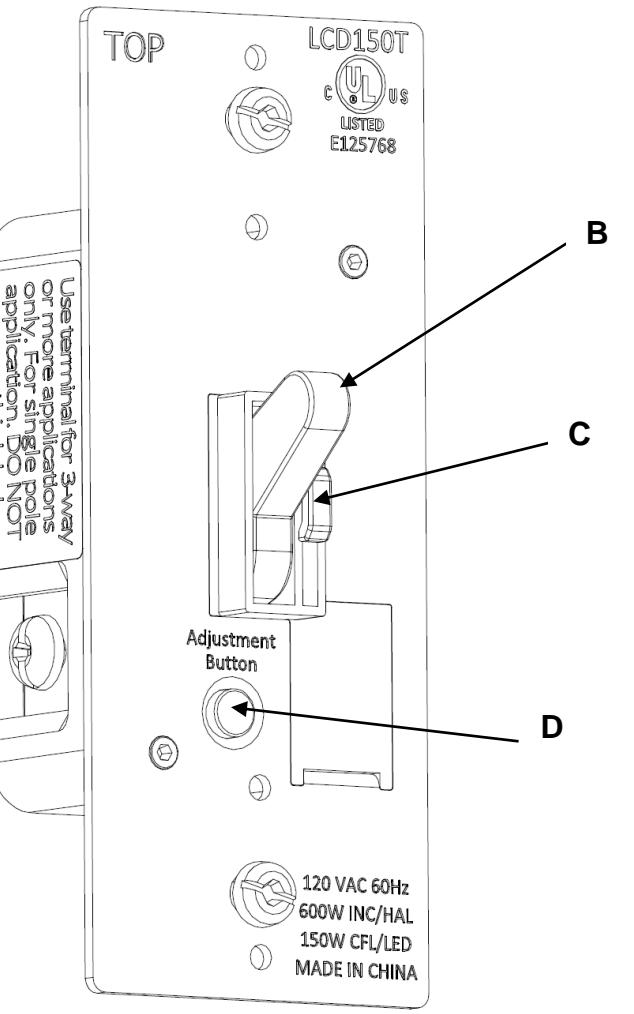

FIG. 7
- Turn on the light with toggle "B" (FIG 7), move the slide bar "C" from the highest point to the lowest point, the light will fade from the brightest to lowest level. If the light is off or blinking at the lowest point refer to step 10 *Minimum brightness setting* to turn up the minimum brightness level.
- Allumer la lampe avec la bascule "B" (FIG. 7), déplacer le curseur "C" du point maximal au point minimal, la luminosité passe de la plus élevée à la plus faible. Si la lampe est éteinte ou vacille au point le plus bas, se reporter à l'étape 10 *Réglage de la luminosité minimale* pour augmenter le niveau de luminosité minimale.
- Encender la luz con la palanca "B" (FIG 7), desplazar la barra deslizante "C" del punto más alto al punto más bajo, la luz se desvanecerá del nivel más brillante al más bajo. Si la luz está apagada o parpadeando en el punto más bajo, consultar el paso 10 Configuración de brillo mínimo para aumentar el nivel de brillo mínimo.